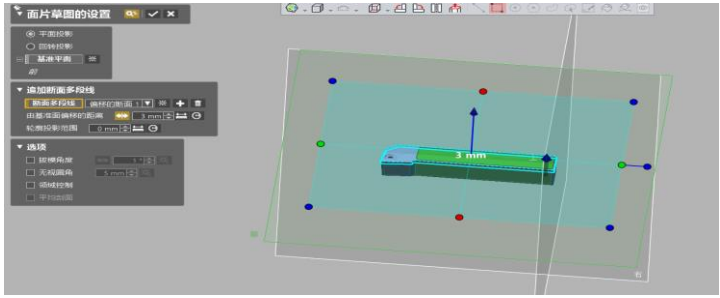
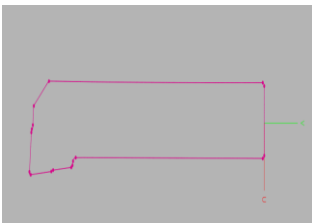

图 4.36 面片草图对话框
图 4.37 面片草图
3) 点击菜单栏草图>面片草图图标，弹出面片草图对话框，平面投影，基准平面：前基准面，由基准面偏移的距离为：3mm，如图 4.36 所示，点击确定进入面片草图环境，隐藏面片，如图 4.37 所示。